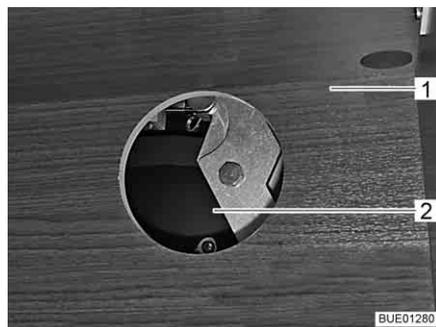

Fig. 102 Acceso al accionamiento
- Según el modelo, abrir la trampilla del armario de pared (Fig. 102,1) y retirar la tapa de la apertura de acceso (Fig. 102,2).